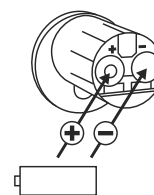

Fig. 3
- 3 Insérez deux nouvelles piles. Veillez à respecter la polarité correcte selon le plan (Fig. 3).